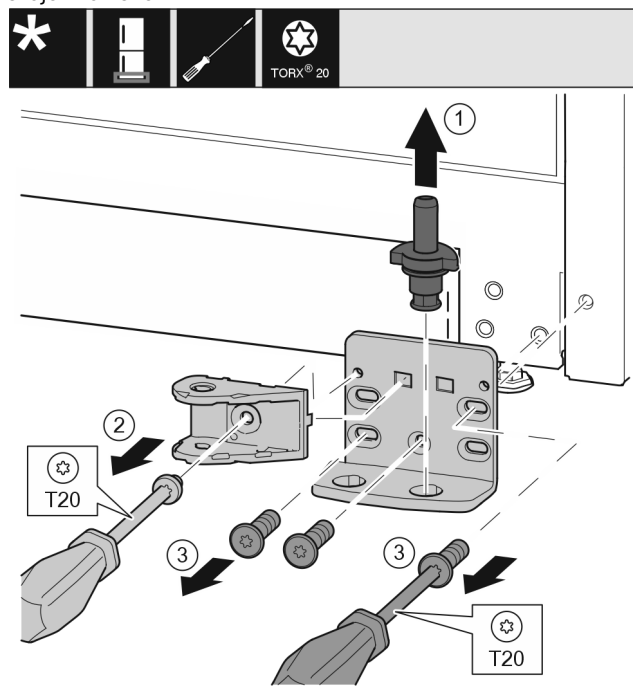

Fig. 45 *
- Ložiskový čep Fig. 45 (1) celý vytáhněte nahoru.*
- Šroubovákem vyšroubujte šrouby Fig. 45 (2) a sejměte spojení tlumiče zavírání.*
- Šroubovákem vyšroubujte šrouby Fig. 45 (3) a sejměte stojan ložiska.*